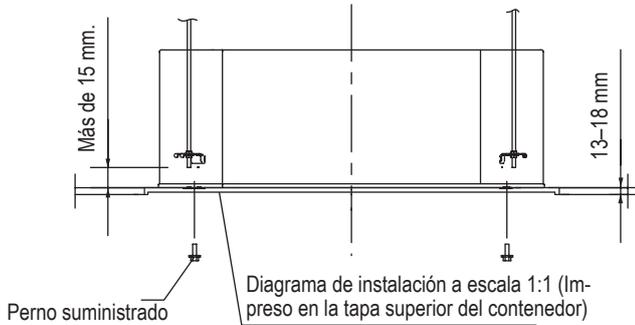

Fig. 2-4
- (1) Al emplazar la unidad dentro del techo, determinar la separación entre los pernos de suspensión, teniendo en cuenta los datos dimensionales aportados antes. (Fig. 2-4) Tuberías y cableado deben estar instaladas y conectadas dentro del techo al suspender la unidad. Si el techo ya ha sido construido, disponer tuberías y cableado en posición para su conexión a la unidad antes de colocarla dentro del el techo.
- (2) La longitud de los pernos de suspensión debe ser la apropiada para una distancia de más de 15 mm. entre el extremo inferior del perno y el de la unidad. (Fig. 2-4)